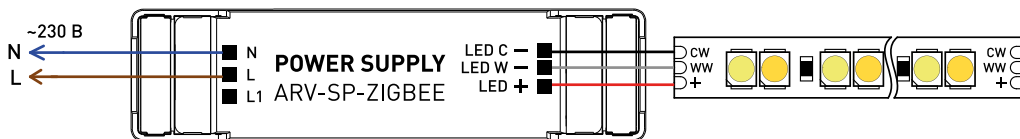

Рис. 2. Схема подключения двухканального источника питания
- 3.7. Подключите светодиодную нагрузку согласно схеме, поставляемой с этой нагрузкой, к выходным клеммам источника питания со стороны **OUTPUT**, строго соблюдая полярность: «общий +» на нагрузке — к «плюсовому» выходу источника (LED+), «холодный белый» — на нагрузке — к «минусовому холодному белому» выходу источника (CW-, «теплый белый» — на нагрузке — к «минусовому теплому белому» выходу источника (WW-) (пример подключения на рис. 2).